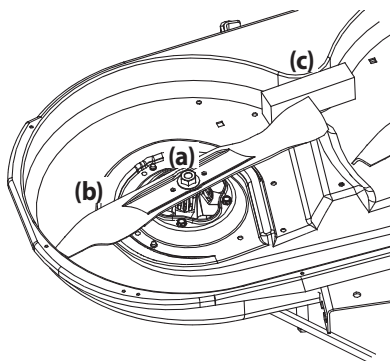

Figura 4-20
2. Use una llave de 15/16 in para sostener la tuerca hexagonal en la parte superior del conjunto del husillo cuando afloje la tuerca hexagonal (a) que fija la cuchilla (b). Se puede colocar un bloque de madera (c) entre el alojamiento de la plataforma y el borde de corte de la cuchilla (b) para ayudar a aflojar la tuerca hexagonal (a) que fija la cuchilla. Consulte la Figura 4-20.